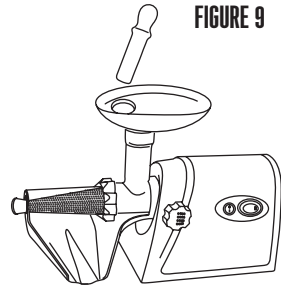

FIGURE 9
10. Insérer l'extrémité Tamis de la Tête de Hachoir complètement assemblée à travers l'extrémité d'orifice de sortie de la Goulotte en plastique (figure 9).
13. Installer le Plateau sur la Tête de Hachoir. Appuyer sur le Plateau jusqu'à ce qu'il soit complètement en place (**FIGURE 9**).